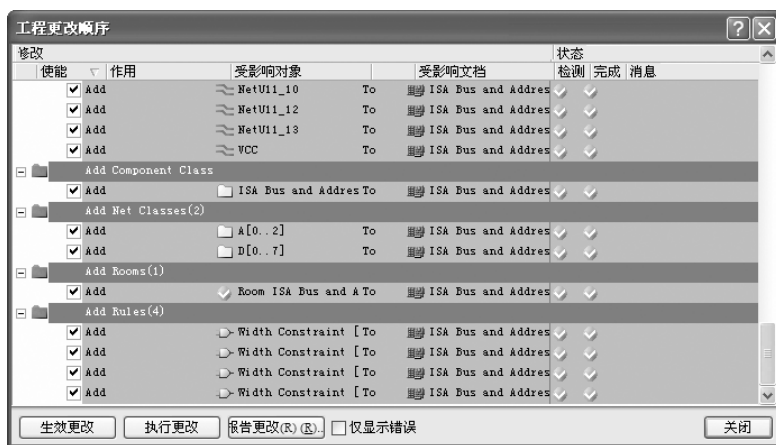
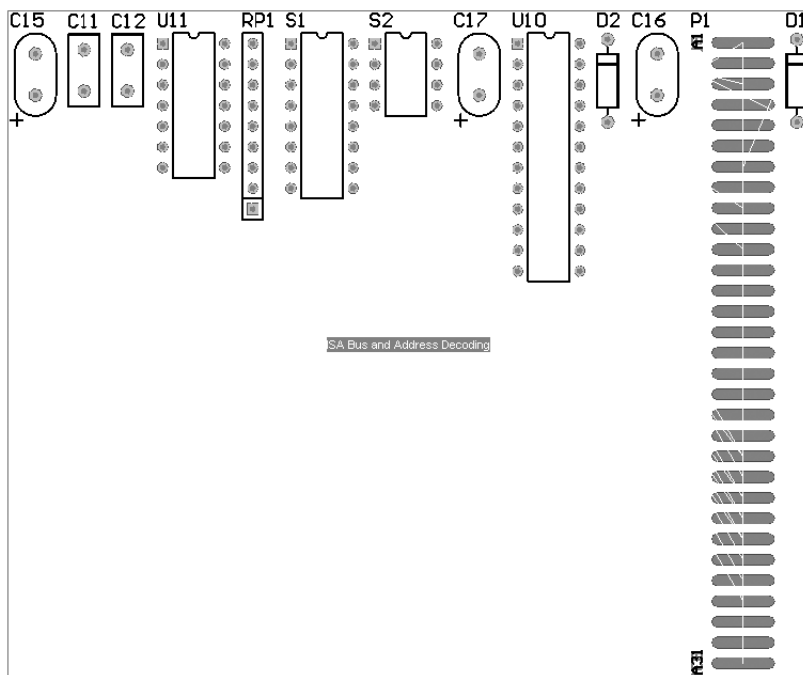

图 7-43 执行更改
图 7-44 元器件封装的 PCB 图
5) 单击“工程更改顺序”对话框中 **执行更改** 按钮，系统执行所有的更改操作，如果执行成功，“状态”下的“完成”列表栏将被勾选，执行结果如图 7-43 所示。此时，系统将封装好的元器件等装载到 PCB 文件中，如图 7-44 所示。